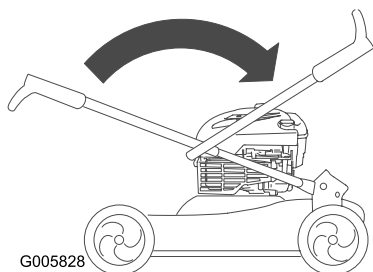

Figura 52
7. Pliegue hacia atrás la sección superior del manillar, según se indica (Figura 52).